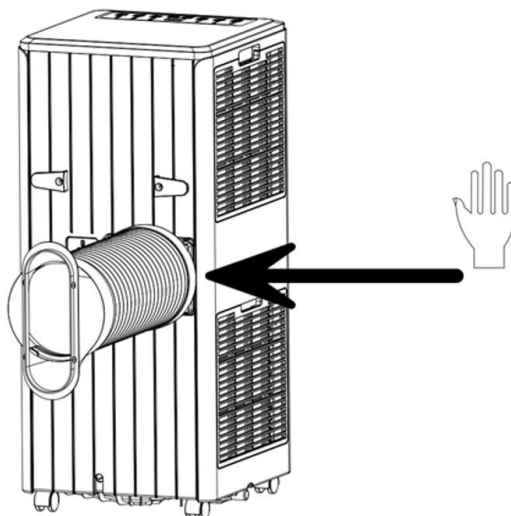

Рис. 2
1. Установка шланга воздуховода (см. рис. 2)